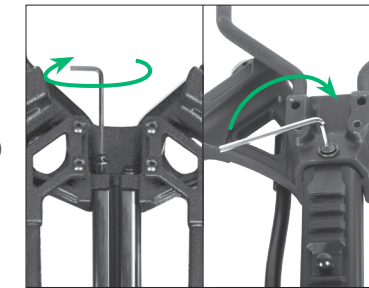

FIGURE 5
1c Deslice el mango (Fig. 2) (Parte 18) en el cañón. Instale y apriete los tornillos de las palas (3) (Fig. 5), con la llave hexagonal pequeña.